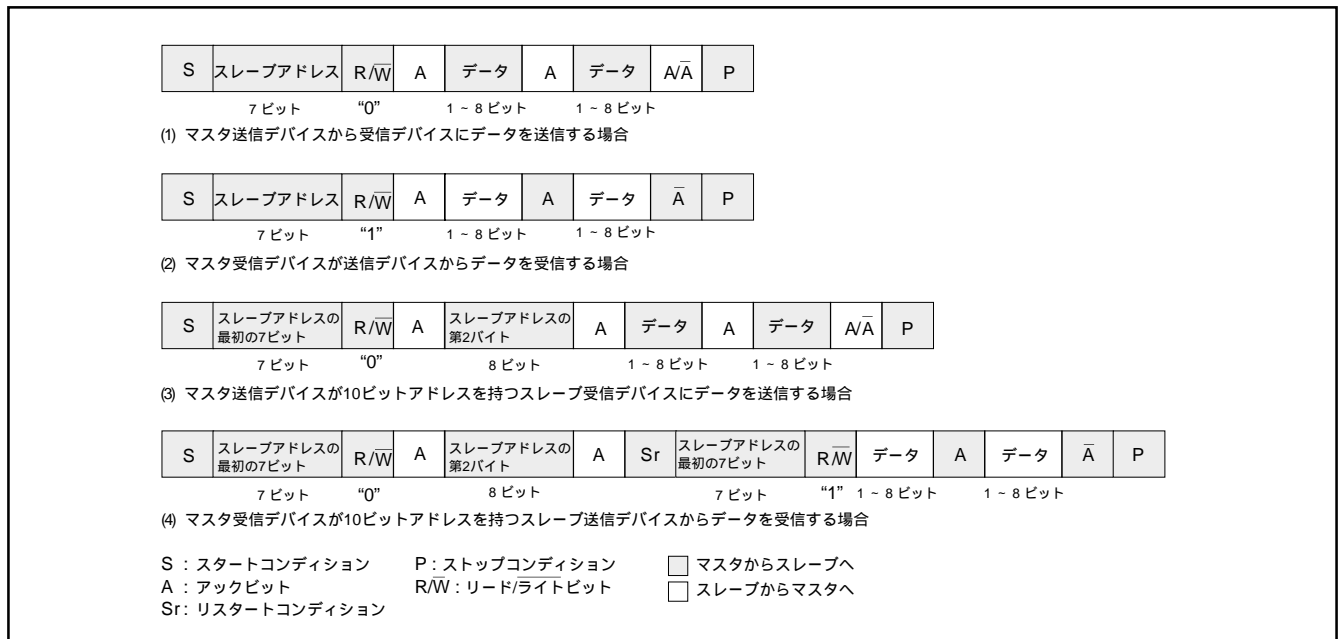

図 8.6.13 アドレスデータ通信フォーマット
7 ビットアドレッシングフォーマットに対応するために、I2C コントロールレジスタ (00F916 番地) の 10BIT SAD ビットを“ 0 ”にしてください。マスタから送信された最初の 7 ビットのアドレスデータと、I2C アドレスレジスタ (00F716 番地) に格納された上位 7 ビットのスレーブアドレスを比較します。この比較時には、I2C アドレスレジスタ (00F716 番地) の RBW ビットのアドレス比較は行われません。7 ビットアドレッシングフォーマット時のデータ伝送フォーマットは図 8.6.13 の (1), (2) を参照してください。
1 バイト目のアドレスデータとスレーブアドレスが一致した場合には、I2C ステータスレジスタ (00F816 番地) の AAS ビットが“ 1 ”にセットされます。2 バイト目のアドレスデータは、I2C データシフトレジスタ (00F616 番地) に格納した後、ソフトウェアで 2 バイト目のアドレスデータとスレーブアドレスのアドレス比較を行ってください。2 バイトのアドレスデータとスレーブアドレスが一致した場合には、I2C アドレスレジスタ (00F716 番地) の RBW ビットをソフトウェアで“ 1 ”にしてください。この処理により、リスタートコンディション検出後に受信する 7 ビットのスレーブアドレス及び R/W のデータと I2C アドレスレジスタ (00F716 番地) の値を一致させることができます。10 ビットアドレッシングフォーマット時のデータ伝送フォーマットは図 8.6.13 の (3), (4) を参照してください。